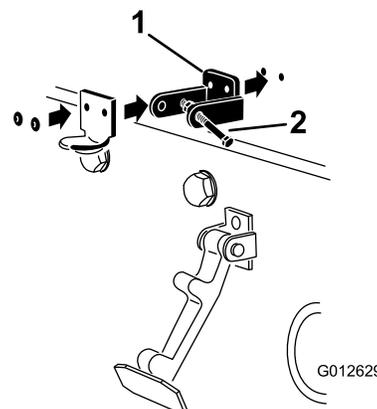

Рисунок 7
- Выравнивая монтажные отверстия, поместите стопорный кронштейн и кронштейн фиксатора капота на капот (Рисунок 7).
- Приклепайте кронштейны и шайбы к капоту (Рисунок 7).